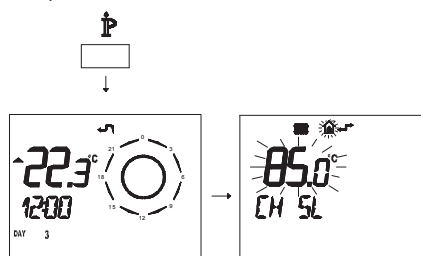

Figura 5.56
- Premere per più di 3 secondi il pulsante per entrare in modalità **INFO** (Figura 5.56).